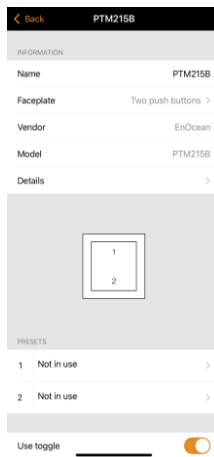

Abbildung 6
Schritt 5: Wenn Sie auf den Schalter tippen, öffnet sich eine diesbezügliche Konfigurationsseite. Hier können Sie die Funktionalität Ihres Schalters konfigurieren, den Namen ändern und das Cover an den verwendeten Typ anpassen. Bitte stellen Sie sicher, dass Sie das korrekte Cover eingestellt haben, bevor Sie mit der Konfiguration beginnen. (Wie in Abbildung 6 dargestellt)